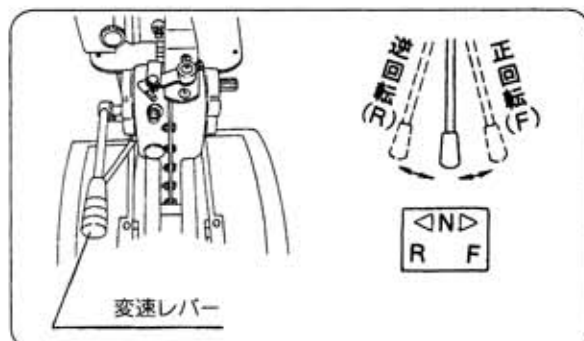

図41
- ① ロータリの変速レバーを「入」位置にします。(図41)